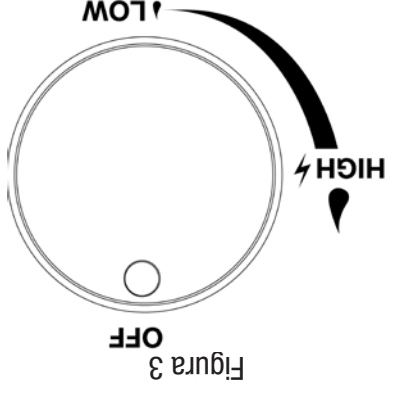

Figura 3
2. Asegúrese de que las perillas de control están en la posición "OFF" (apagado). Vea la Figura 3.
3. Todas las perillas tienen que estar en la posición "OFF" (apagado). Vea la Figura 3.